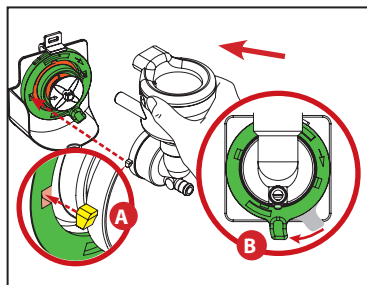

Fig.4
3. Rotiți spre dreapta placa de montare, până când orificiile amestecătorului sunt aliniate cu pozițiile orei 3 și orei 9. Aliniați cârligele de ghidare de pe bolul amestecătorului și introduceți-le prin placă și în șasiu (A). În cele din urmă, blocați bolul amestecătorului prin rotirea spre dreapta a plăcii de montare, până nu se mai poate roti, iar umărul se află în poziția Blocat (B). (Vezi Fig.4)